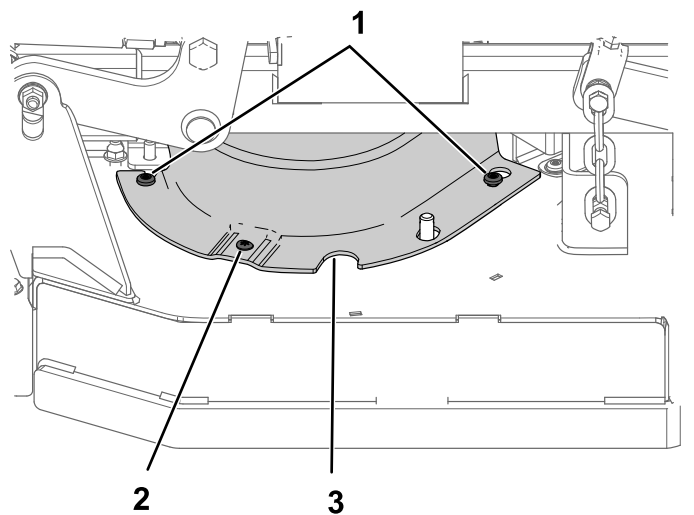

Figura 31
1. Desaperte os dois parafusos com olhal e o parafuso (Figura 31).